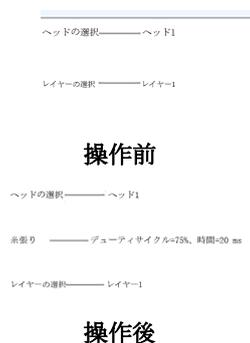

図 5. 10. 3a レイヤー開始コマンドセットの操作方法
③すべてのコマンドを追加した後、削除する必要がある場合、コマンドセグメントをダブルクリックするとパラメータ設定ボックスがポップアップ表示され、パラメータを変更することができます。コマンドを削除する必要がある場合、コマンドセグメントを選択し、「削除」ボタンをクリックします。コマンドセグメントを移動する必要がある場合、コマンドを選択した後、「↑」「↓」ボタンをクリックすると、コマンドセグメントを上下に移動できます。
④最後に「確認」ボタンをクリックすると、このデフォルトコマンドセットが保存されます。「コマンド処理」をクリックすると、レイヤーの開始位置にこれらのコマンドがデフォルトで追加されます。具体的な操作は図 5. 10. 3a の通りです。
⑤レイヤーを設定することもできます。レイヤー1にのみデフォルトコマンドセットを設定する場合、レイヤー1を選択して設定します。すべての図形にデフォルトのコマンドセットを設定する場合、レイヤー選択ボックスをクリックし、残りの各レイヤーを選択してコマンドセットを設定します。レイヤー選択ボックスは図 5. 10. 1c の通りです。